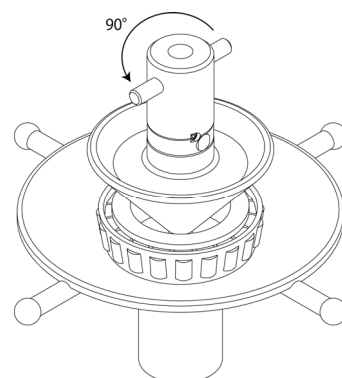

Fig.11
- 3) 所定の位置でシャフトのかみ合い部にツメを合わせて、ストッパーの位置まで左（反時計方向）に 90°回転させてください。(Fig.11)